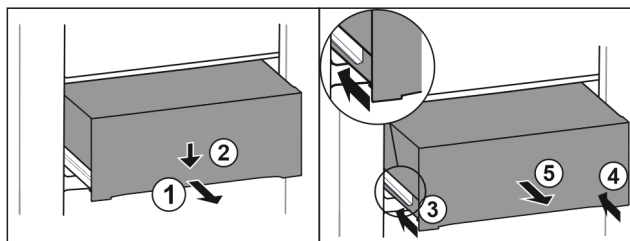

Fig. 88
- Zásuvku napůl vytáhněte. Fig. 88 (1)
- Stlačte zásuvku na přední straně dolů. Fig. 88 (2)
- Zasuňte levou kolejničku přibližně do 2 cm. Fig. 88 (3)
- Zasuňte pravou kolejničku přibližně do 2 cm. Fig. 88 (4)
- Vyjměte zásuvku dopředu. Fig. 88 (5)